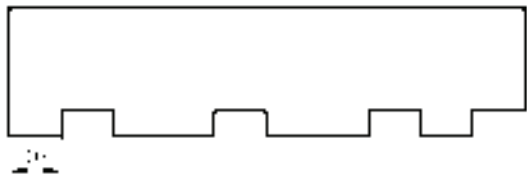

图 5-34 原始图形
1) 打开随书光盘“CH5”文件夹中的“连续标注.dwg”，文件中存在的图形如图 5-34 所示。